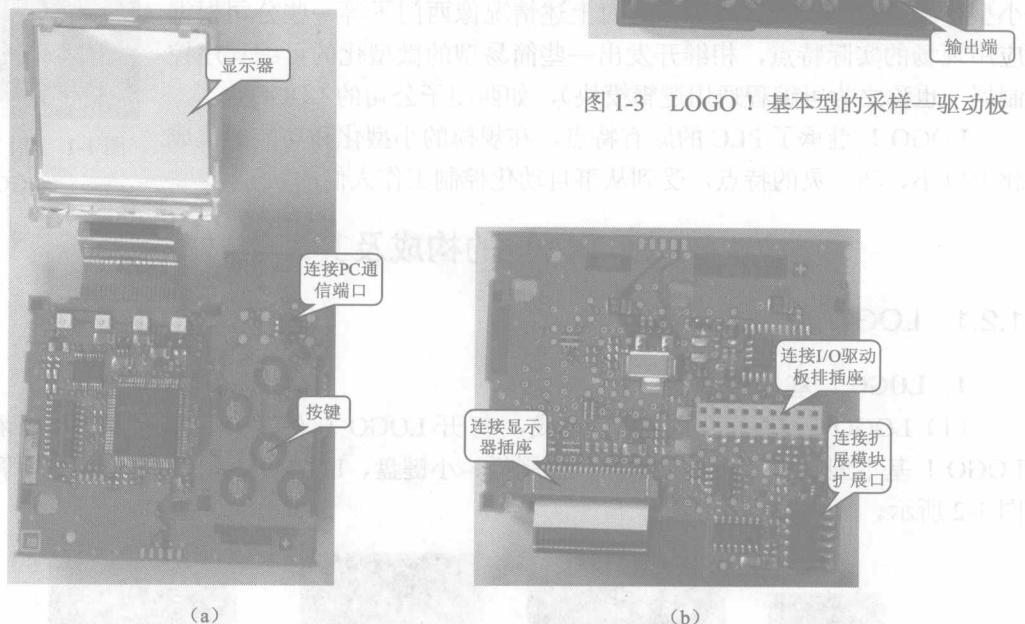

图 1-4 LOGO! 基本型控制板的正面与反面
(3) LOGO! 基本型控制板。LOGO! 的控制功能及其程序存储则由其控制板完成。LOGO! 的人机界面部分(操作键及显示器)均在其控制板上,如图1-4所示。